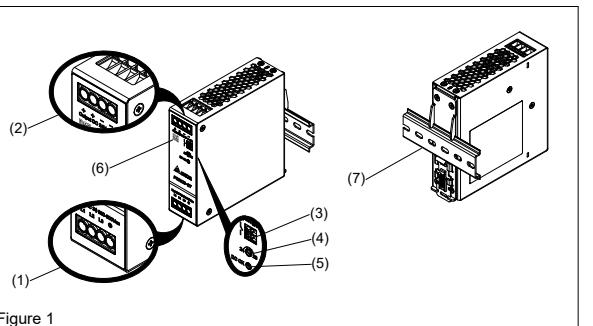

Figure 1
4.1. Input connection (Fig. 1 (1), Abb. 6)
4.2. Anschluss der Ausgangsklemmen (Abb. 1 (2))
Verwenden Sie die Schraubklemmen „+“ und „-“, um den 24 Vdc-Anschluss herzustellen. Am Ausgang stehen 24 Vdc zur Verfügung. Die Ausgangsspannung kann am Potentiometer zwischen 24 und 28 Vdc eingestellt werden. Die grüne LED „DC OK“ zeigt die korrekte Funktion des Ausgangs an (Abb. 1 (5)). Das Gerät verfügt über einen Kurzschluss-, Überlast- und Überspannungsschutz, der auf < 35 Vdc begrenzt ist.